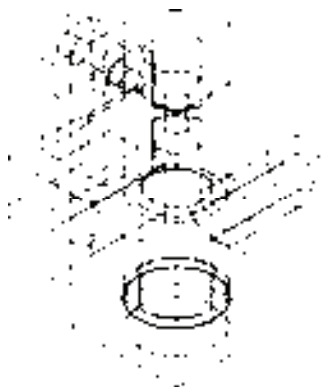

图 10-149 建立新坐标系
5) 在命令行中输入“UCS”命令，将坐标系移动到图 10-149 所示位置。